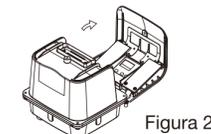

Figura 2
- 3 Remova a proteção do filtro como indicado na Figura 2.